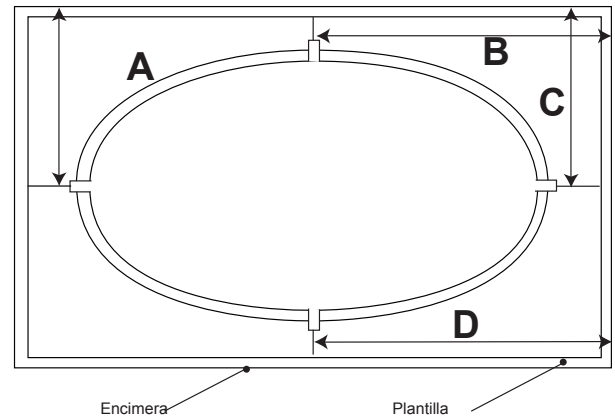

Figura 16 - Medición de distancias
- Mida la distancia desde la pared u otro punto fijo hasta las líneas del centro (Figura 16)